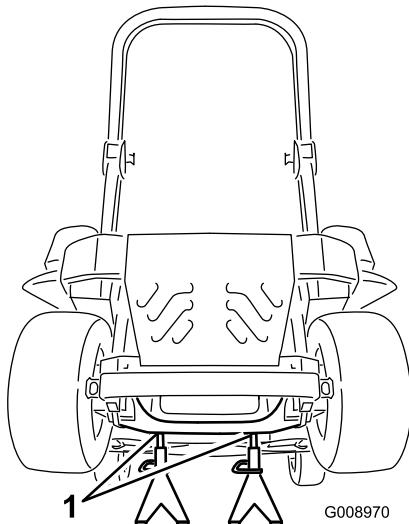

Figura 82
- Levante la máquina y apóyela sobre gatos fijos (Figura 82).
- Retire los soportes y baje la máquina (Figura 82).